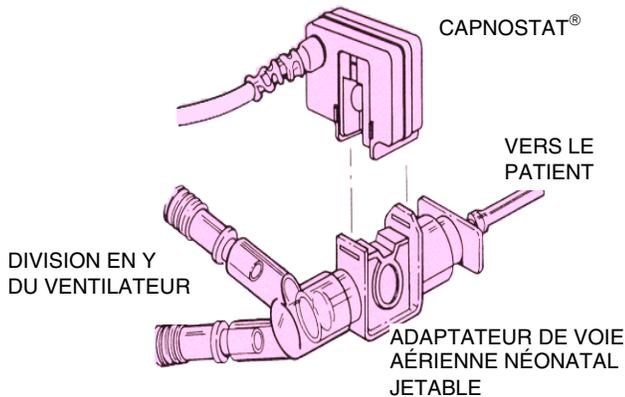

Figure 4
4. Lorsque vous utilisez l'adaptateur de voie aérienne néonatal/pédiatrique, placez l'assemblage Capnostat®/adaptateur de voie aérienne à l'extrémité proximale du circuit respiratoire, entre la sonde endotrachéale et la division en Y du circuit de ventilation. Placez l'adaptateur de voie aérienne avec les fenêtres en position verticale, PAS horizontale. Ceci permet d'éviter que les sécrétions du patients ne « s'accumulent » dans les fenêtres. En cas d'accumulation, vous pouvez retirer du circuit l'adaptateur de voie aérienne, le rincer à l'eau et le réinsérer dans le circuit. Afin d'éviter que l'humidité ne s'écoule dans l'adaptateur de voie aérienne, NE placez PAS l'adaptateur dans une position sujette à la gravité (Cf. Figure 4).